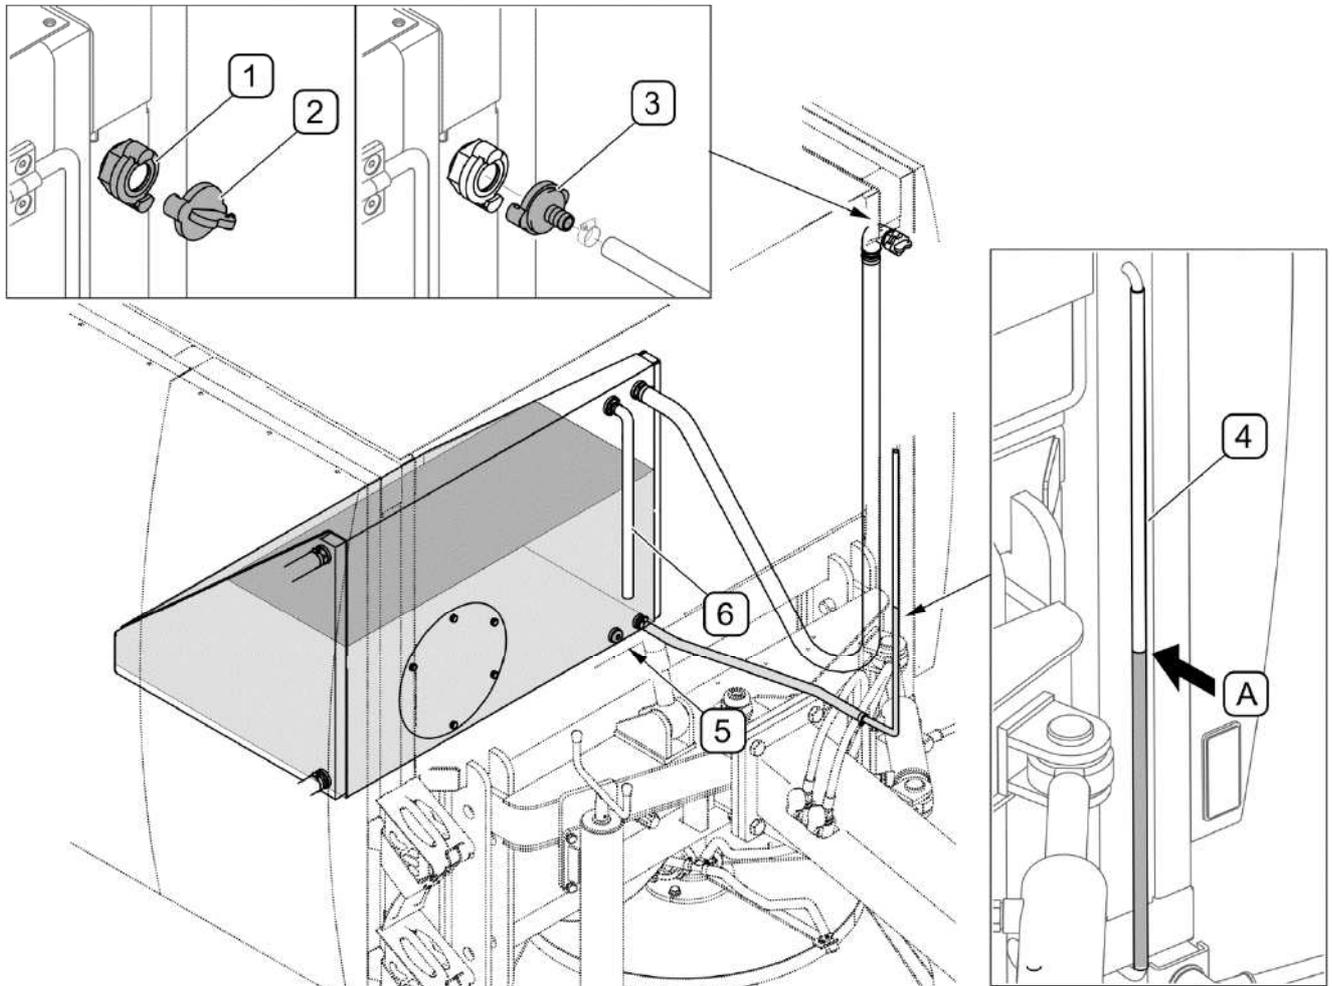

FIGURE 4.7 Bac du circuit d'arrosage
Le bac d'eau dans le circuit d'arrosage d'un volume de 240 litres est équipé d'un indicateur (4) du niveau installé sur le poteau avant gauche du châssis (FIGURE 4.7). Le remplissage du bac se fait par l'orifice de remplissage (1) sécurisée avec un bouchon (2) localisé dans la partie supérieur du potelet gauche du châssis. Le remplissage peut se faire directement